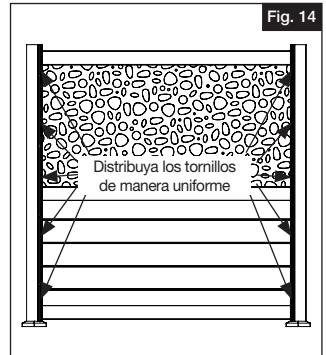

Fig. 14
Utilice los tornillos restantes para fijar el relleno del panel decorativo a los postes. Para la fijación del panel decorativo se deben utilizar como mínimo 3 tornillos por poste. Los tornillos deben distribuirse uniformemente entre las secciones superior e inferior del travesaño y utilizarse en cada extremo de los tablones y del panel. Los tornillos deben colocarse de forma que se crucen con el panel decorativo en un punto en el que haya material y no un hueco en el patrón del panel (Fig. 14).
14. Utilice los tornillos restantes para fijar el relleno del panel decorativo a los postes. Para la fijación del panel decorativo se deben utilizar como mínimo 3 tornillos por poste. Los tornillos deben distribuirse uniformemente entre las secciones superior e inferior del travesaño y utilizarse en cada extremo de los tablonces y del panel. Los tornillos deben colocarse de forma que se crucen con el panel decorativo en un punto en el que haya material y no un hueco en el patrón del panel (Fig. 14).